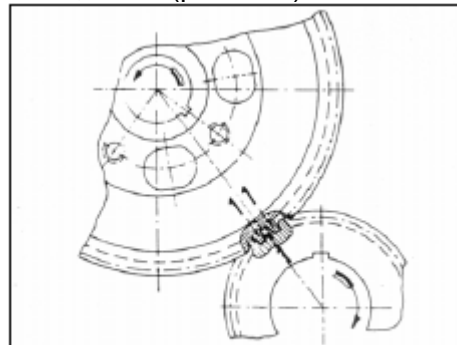

РИС. 103
ПРИМЕЧАНИЕ: Убедитесь, что зубья шестерни распределительного вала, помеченные 1-1; зацеплены с зубом шестерни коленчатого вала, имеющим пометку 1 (см. рис. 103).
7) Установите шестерню привода распределительного вала, чтобы совпадали метки с шестерней коленчатого вала и затяните их с усилием 3,5 кг-м (рис. 103).